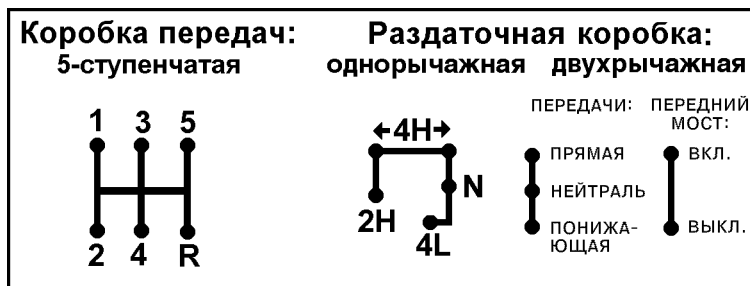

Рис. 3.4. Положения рычагов коробки переключения передач и раздаточной коробки:
двухрычажной раздаточной коробки (положения рычагов см. на рис. 3.4);
**19** -рычаг переключения передач (положения рычагов см. на рукоятке рычага переключения передач и на рис. 3.4).